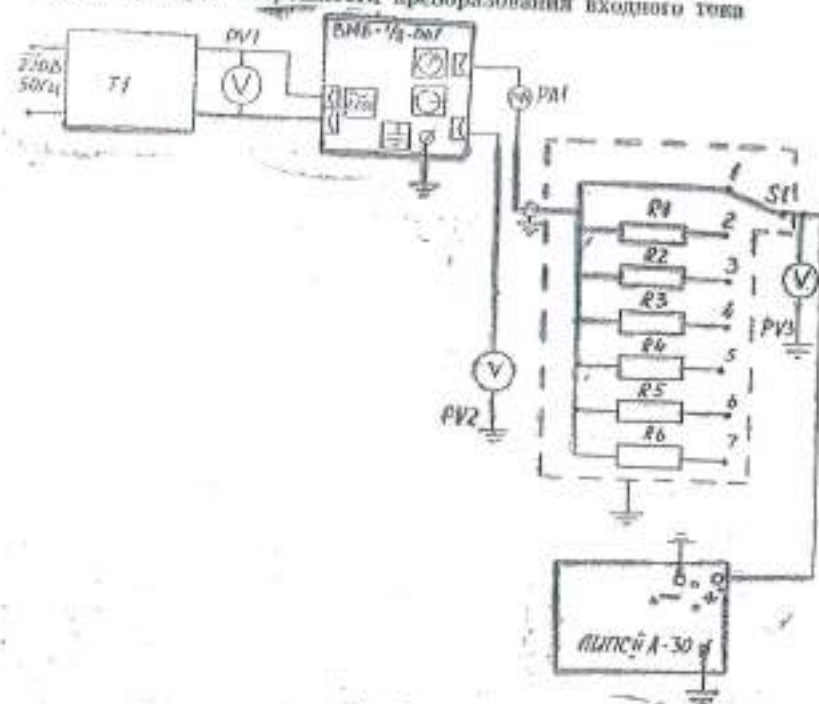

Рис. 1
- 1) собрать схему, приведенную на рис. 1. При этом резисторы R1 ... R6 и переключатель S1 поместить в стальной экран с толщиной стенок не менее 0,5 мм; экран не должен иметь щелей и зазоров;